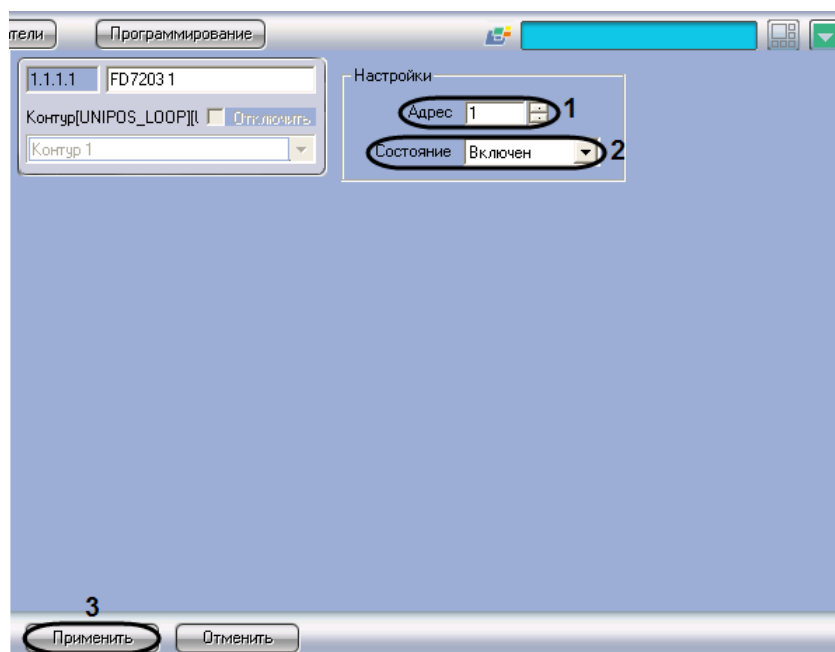

Рис. 3.6-2 Задание параметров адресного модуля FD7203
1. Перейти на панель настройки объекта **FD7203** (Рис. 3.6-2).
2. В поле **Адрес** ввести с помощью кнопок **вверх-вниз** адрес модуля *FD7203* в CAN-сети *ОПС Unipos* (см. Рис. 3.6-2, **1**).
3. Из раскрывающегося списка **Состояние** выбрать состояние (**включен/выключен**) адресного модуля (см. Рис. 3.6-2, **2**).
4. Для сохранения настроек во внутренней базе данных ПК *ACFA Intellect* нажать кнопку **Применить** (см. Рис. 3.6-2, **3**).